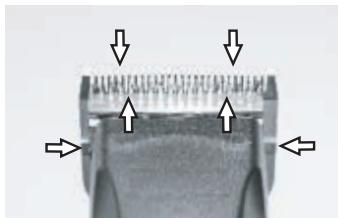

Fig. 24
For at opnå gode klipperesultater og forlænge klipperens holdbarhed er det nødvendigt at påføre et tyndt olielag mellem det øverste og nederste blad (fig. 24).
- ▶ Smør bladene tilstrækkeligt under klipningen (mindst hvert 15. minut), så de ikke bliver tørre (fig. 24).
Bladene skal smøre før, under og efter hver anvendelse. Når bladene på skære hovedet efterlader striber, betyder det, at de skal smøres igen. Påfør nogle få oiledråber foran og lateralt på klippebladene (se pile i fig. 24). Tør overskydende olie væk med en blød, tør klud. Smøringssprays sørger ikke for tilstrækkelig smøring, men har en kølende effekt på bladene. Udskift øjeblikkeligt beskadigede eller kærvede blad for at undgå skader.